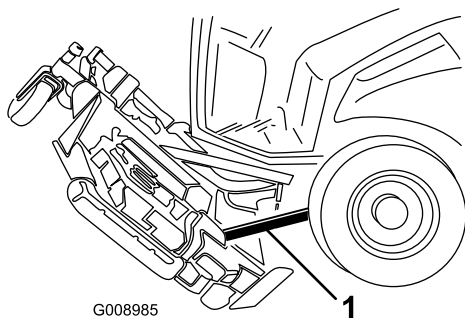

Figura 132
6. Coloque um bloco de madeira entre a traseira da plataforma e a máquina (Figura 132).